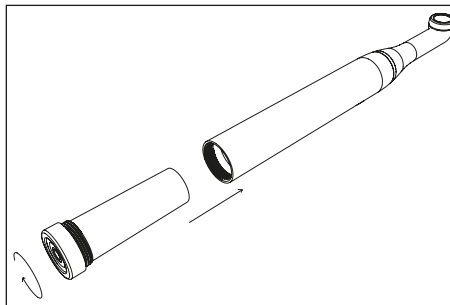

Abbildung 7 – Einsetzen Batteriemodul
3. Setzen Sie das Batteriemodul in das Handstück ein, indem Sie es wie in Abbildung 7 auf Seite 10 gezeigt einschrauben.
Um die defekte Batterie zu ersetzen, ist es notwendig, die Ringmutter des Batteriemoduls abzuschrauben, zu entfernen und durch eine neue zu ersetzen (Abbildung 7 auf Seite 10).